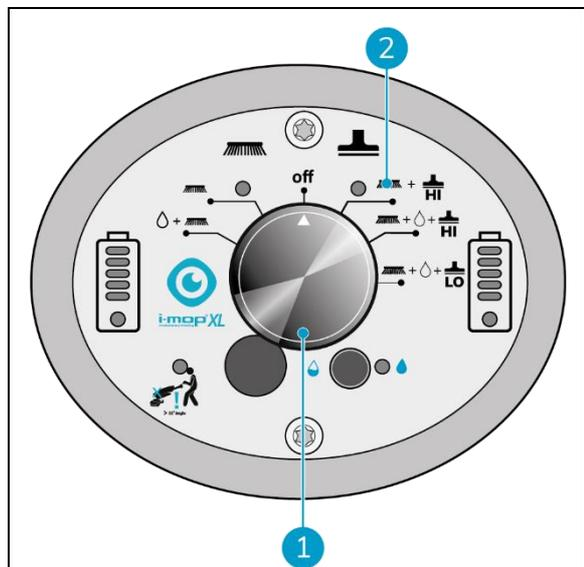

Figure 26
1. Utiliser l'interrupteur principal de l'i-mop XXL Pro (Figure 26, pos. 1) et choisissez le MODE 3 Brosse + Aspirateur sec (Figure 26, pos. 2).